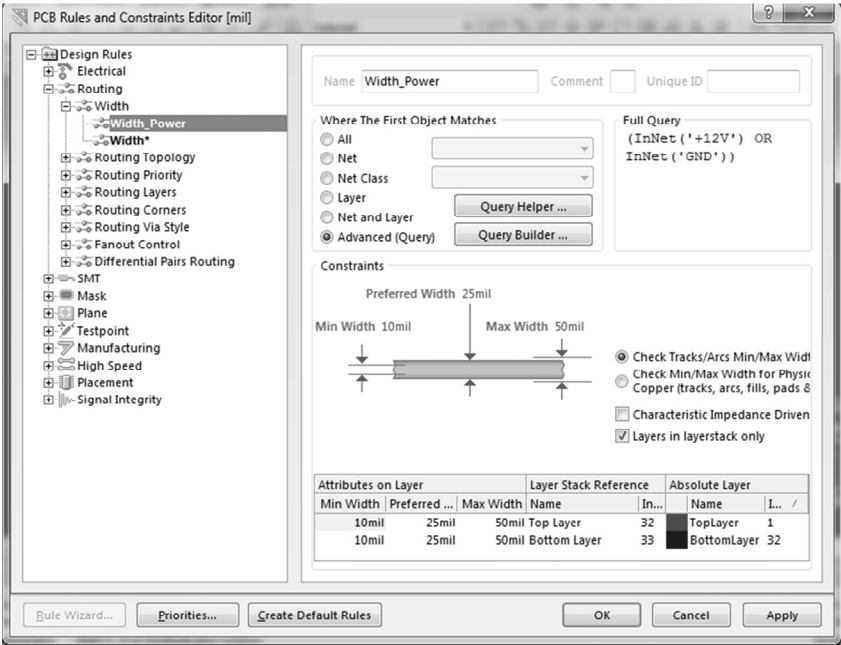

Рис. 4.14. Настройки ширины проводников в окне PCB Rules and Constraints Editor
9. В нижней части диалогового окна **PCB Rules and Constraints Editor** (Редактор правил и ограничений печатной платы) задайте следующие параметры, как показано на рис. 4.14: